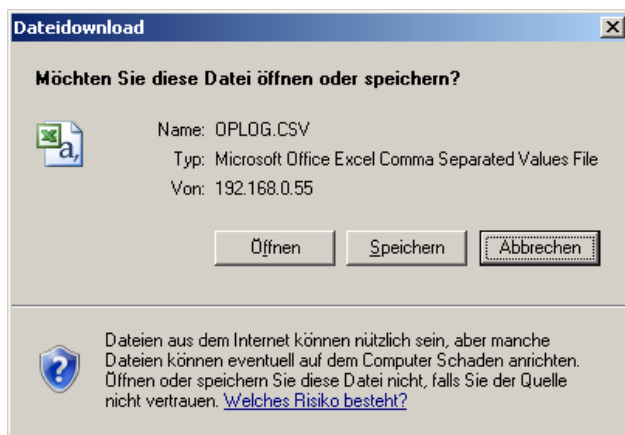

Bild 6-8 Dialog Dateidownload, Speichern .CSV
- ✦ Klicken Sie im Dialog **Dateidownload** (siehe Bild 6-8) auf die Schaltfläche **Öffnen**.